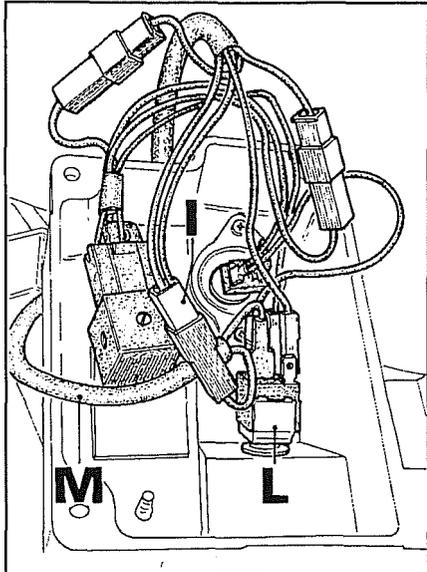

Fig. 38
5. Conectar el cableo **M** fig.38. Para ello desconectar el doble cable marrón con puntos negros **I** del interruptor de mando elevación/descenso **L**, luego conectar los dos cables de dicho cableo con un cable al interruptor **L** y el otro cable al doble cable **I**.